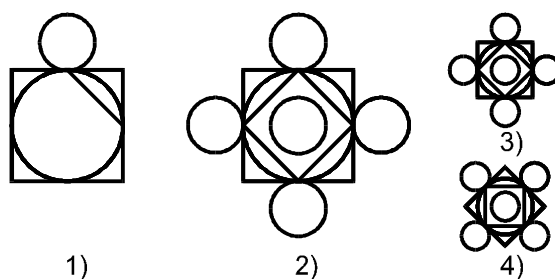

Рис. 38. Графическое задание № 1
8. Выполнить графическое задание № 1 (рис. 38).